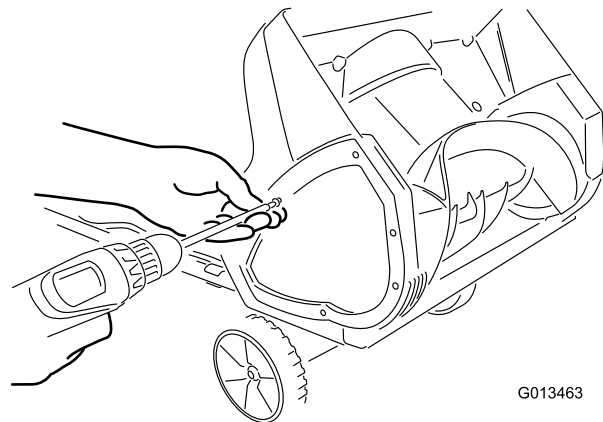

Figura 15
1. Retire los tornillos que sujetan la chapa lateral derecha al bastidor de la máquina (Figura 15).